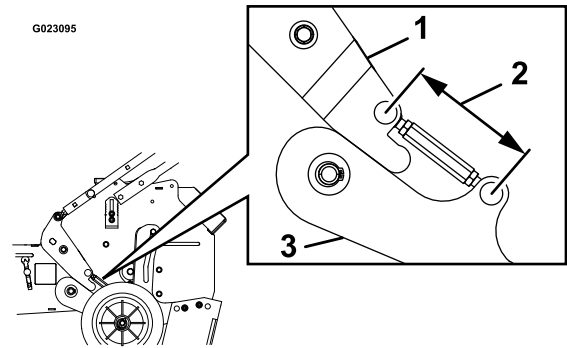

Figure 18
2. Le surface du bras de la roue et la surface de l'axe de pivot doivent être au contact l'une de l'autre (Figure 18). Si ce n'est pas le cas, vérifiez la distance de la biellette de levage inférieure et réglez-la au besoin.